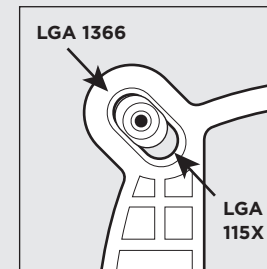

figure 1
- For LGA 115X installation, slide the backplate pins inside (figure 1).
- For LGA 1366 installation, slide the backplate pins outside (figure 1).
- Pour l'installation sur un socket LGA 115X, faites glisser les broches de la plaque arrière vers l'intérieur (figure 1).
- Pour l'installation sur un socket LGA 1366, faites glisser les broches de la plaque arrière vers l'extérieur (figure 1).
- Schieben Sie die Stifte der Rückwand nach innen, um LGA 115X zu montieren (Abbildung 1).
- Schieben Sie die Stifte der Rückwand nach innen, um LGA 1366 zu montieren (Abbildung 1).
- При установке LGA 115X задвиньте штырьки внутрь (Рис. 1).
- При установке LGA 1366 задвиньте штырьки наружу (Рис. 1).
- 要安装 LGA 115X, 请将背板针脚插入 (图 1)。
- 要安装 LGA 1366, 请将背板针脚拔出 (图 1)。